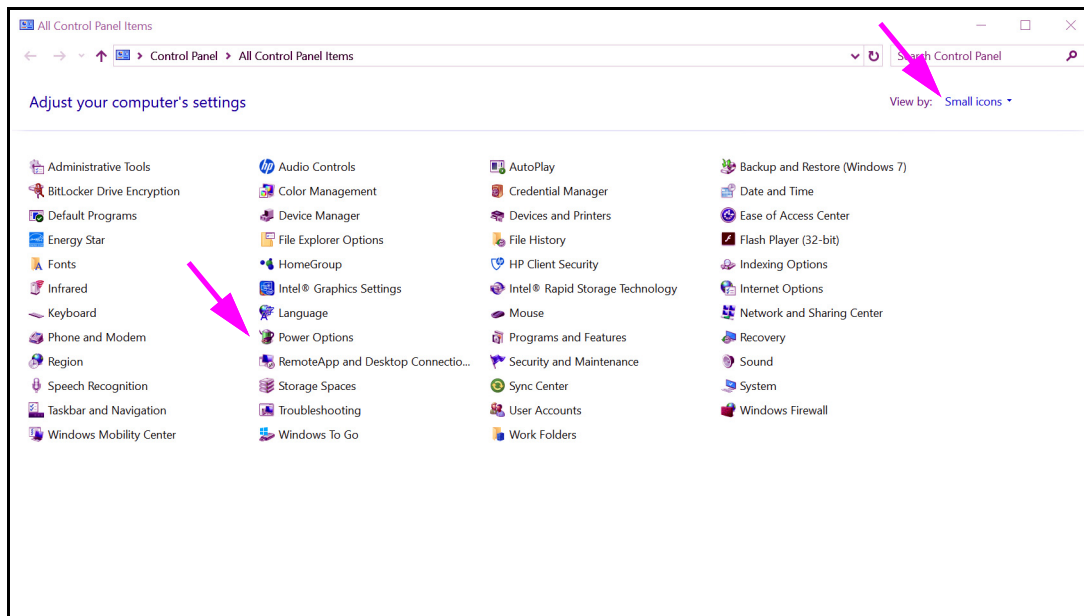

Figura 2-24. Finestra All Control Panel Items (Tutti gli elementi del Pannello di controllo)
2. Selezionare **Windows System (Sistema Windows) > Control Panel (Pannello di controllo)**. Se è impostata la visualizzazione Small icons (Icane piccole), la finestra All Control Panel Items (Tutti gli elementi del Pannello di controllo) apparirà come mostrato nella Figura 2-24. Fare clic su **Power Options (Opzioni risparmio energia)**.